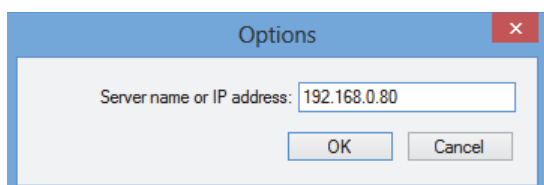

figura 59.3: Finestra delle opzioni
- 1 Fare clic su *File > Options*. Appare una schermata simile a quella in figura 59.3.